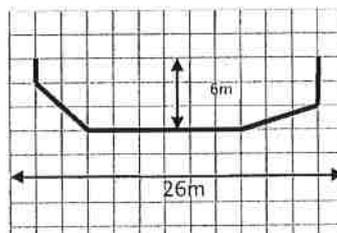

Figura 1 (disegno in scala)
- Si consideri l'alveo schematizzato in Figura 1 che ha pendenza di fondo costante, pari a $i=0,5\%$, o coefficiente di Strickler $k_s=38\text{ m}^{1/3}/\text{s}$; si determini l'altezza di moto uniforme della portata centenaria calcolata (**) al punto 2.